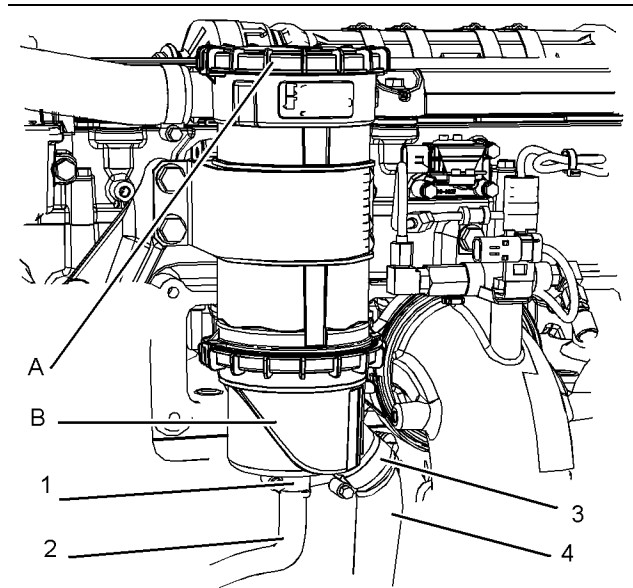

Abbildung 102
1. Die Schelle (1) lösen und den Schlauch (2) abnehmen. Die Schelle (3) lösen und den Schlauch (4) abnehmen. Siehe Abbildung 102.
2. Die Kappe (B) vom Entlüftergehäuse (7) abnehmen. Nach Bedarf den O-Ring (8) abnehmen und entsorgen.
3. Den Filtereinsatz (6) vom Entlüftergehäuse abnehmen und entsorgen.
4. Nach Bedarf einen neuen O-Ring (8) anbringen.
5. Den Filtereinsatz (6) korrekt ausrichten und im Entlüftergehäuse anbringen.
6. Die Kappe (B) nur von Hand zudrehen.
7. Den Schlauch (4) anbringen und die Schelle (3) festziehen. Den Schlauch (2) anbringen und die Schelle (1) festziehen.